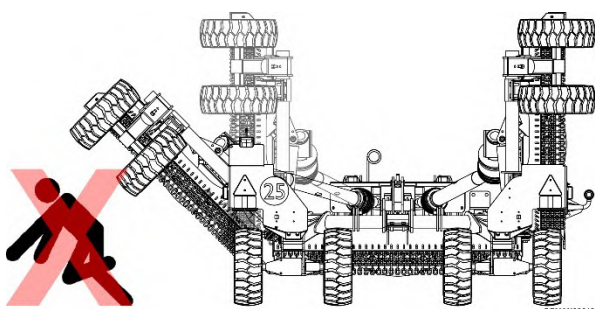

Figure 5.58
5.6.2.1 Dégagez la zone de tout personnel avant d'abaisser les ailes ; voir la Figure 5.58.